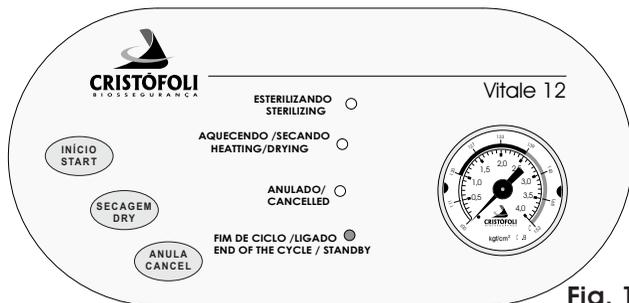
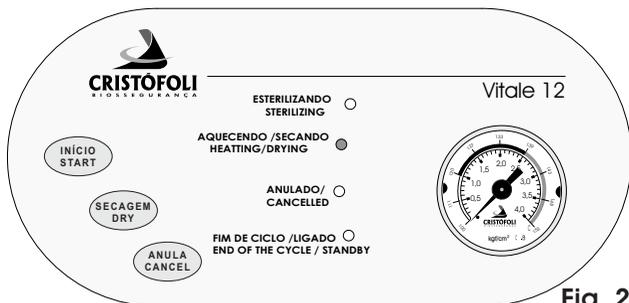

Fig. 19
Fig. 20
- Conecte o cabo de energia à tomada, o LED **Fim de Ciclo/Ligado** acenderá (Fig. 19). Aperte a tecla **INÍCIO**, nesse momento, a autoclave emitirá um bip, o LED **Aquecendo/Secando** estará aceso (Fig. 20), a autoclave iniciará então o aquecimento que poderá variar entre 10 e 30 minutos dependendo das condições de temperatura e altitude do local de trabalho, rede elétrica e quantidade de material carregado. Caso este não seja o primeiro ciclo do dia e a temperatura da autoclave estiver acima de 70 °C, ao apertar a tecla **INÍCIO**, a autoclave soará dois bips e voltará para o modo **Standby** com o LED verde aceso, aguarde mais alguns minutos e tente novamente;
f ► Ao término da esterilização a válvula solenóide se abrirá, poderá ser ouvido seu estalo de abertura e a autoclave soará 1 bip, nesse momento a autoclave despressurizará, ao término da despressurização, o manômetro indicará pressão "0". A seguir a autoclave emitirá 10 bips e passará para o ciclo de secagem, o LED indicativo **Aquecendo/Secando** acenderá (Fig. 20, pág.13). **Neste momento é necessário que o operador entreabra a porta para a secagem** (Fig. 22).
- 4 ► Caso o material não esteja completamente seco, pode-se optar pela função de secagem extra: mantenha a porta entreaberta, acione a tecla **SECAGEM**. O LED "**AQUECENDO/SECANDO**" acenderá (Fig. 20, pág. 13), o que indica o início do ciclo de 20 minutos. Este ciclo poderá ser interrompido, acionando-se a tecla **ANULA**, caso o operador constate que o material já esteja seco;